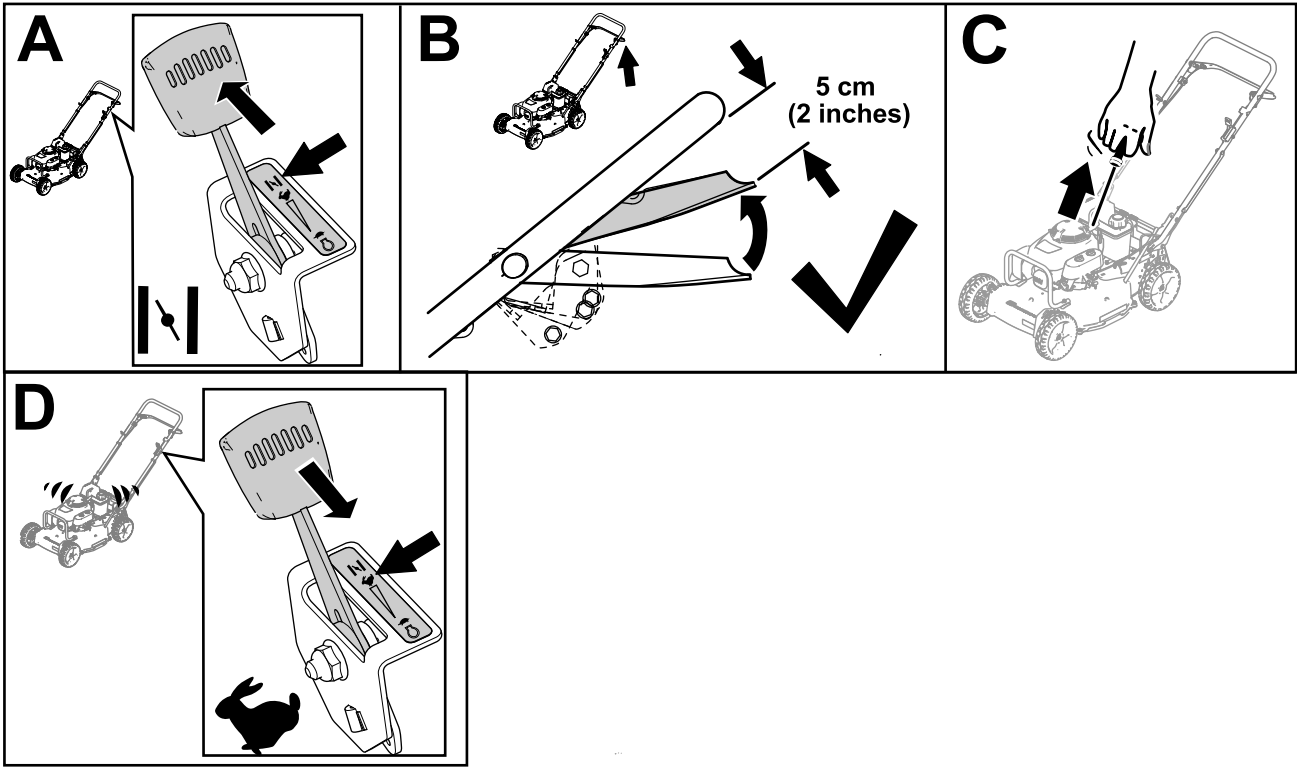

Figure 15
3. Réglez la commande d'accélérateur en position STARTER (A de Figure 15).
4. Maintenez la barre de commande de la lame à la position Marche/Changement à environ 5 cm (2 po) sous le guidon (encadré B de la Figure 15).
5. Tirez lentement la poignée du lanceur jusqu'à ce que vous sentiez une résistance, puis tirez vigoureusement (C de Figure 15).
6. Lorsque le moteur démarre, amenez la commande d'accélérateur en position HAUT RÉGIME (D de Figure 15).
Remarque: Fermez le robinet d'arrivée de carburant en tournant le levier (Figure 15) vers la **gauche** si vous ne prévoyez pas de démarrer le moteur tout de suite après.